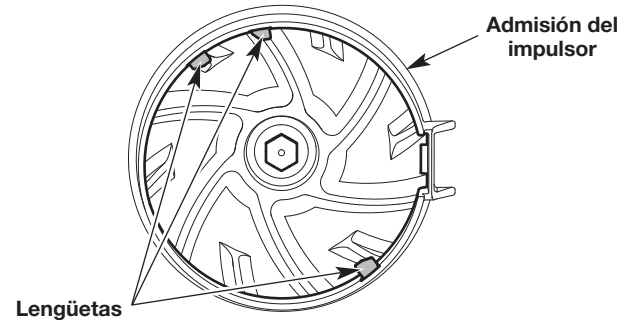

Fig. 6
3. Mientras sostiene abierta la puerta del impulsor, alinee las ranuras de la parte superior del tubo de la aspiradora con las lengüetas de la admisión del impulsor (Fig. 6).